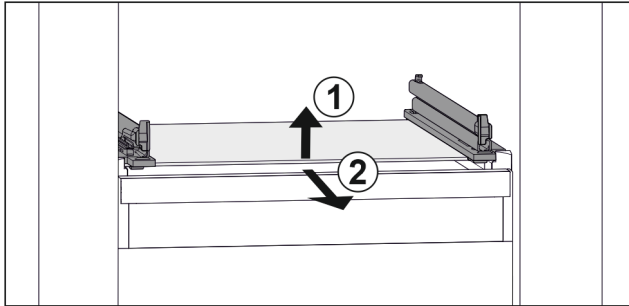

Fig. 51 Приблизне відображення скляної пластини
- ▶ Підняти скляну пластину спереду. Fig. 51 (1)
- ▶ Вийняти скляну пластину рухом вперед. Fig. 51 (2)